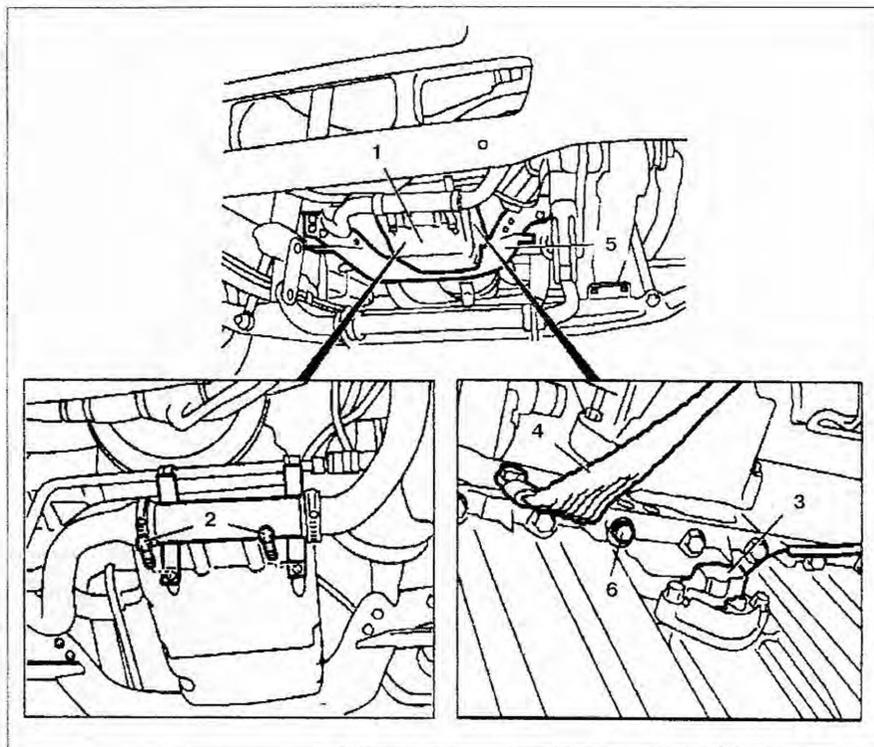

Рис. 2.64. Поддон:
5. Отсоедините разъем проводки 3 от датчика уровня масла (рис. 2.64).